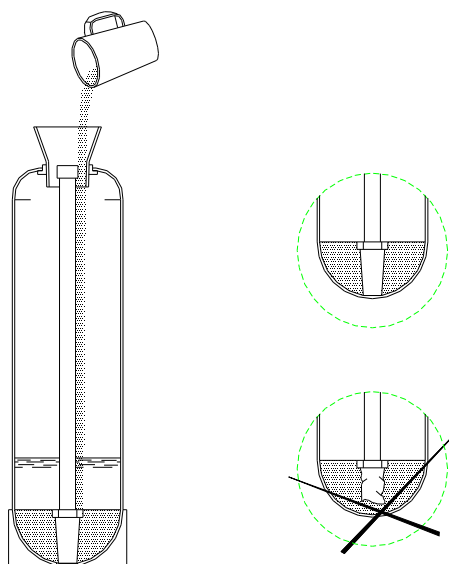

Рисунок 3 — Порядок загрузки фильтрующего материала в корпус фильтра
**ВНИМАНИЕ: ПОСЛЕ ЗАГРУЗКИ ГРАВИЯ НИ В КОЕМ СЛУЧАЕ НЕ ВЫТАСКИВАТЬ ВЕРТИКАЛЬНЫЙ КОЛЛЕКТОР ИЗ КОРПУСА!** Это может привести к поломке дренажного колпачка в результате попадания гравия в его посадочное место на дне корпуса (см. рис. 3).